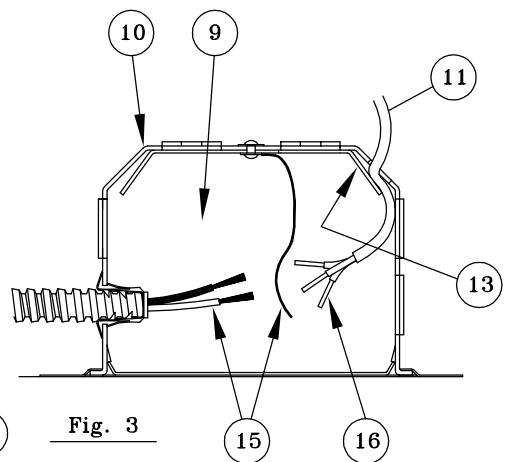

Fig. 3
- 2.- Remove Cover Plate (9) from Junction Box (10). Slip Type NM Cable (Romex)(11) through desired Hole in Junction Box (10). Secure Cable (11) with Retaining Plate (13). (See Fig.3)
- 3.- If other than type NM Cable (Romex) is to be used, Remove One Large Knockout at desired location on Top or Sides of Junction Box (10). Bring Appropriate Electrical Supply Cable into Junction Box and secure in place with Proper UL listed Connector (NOT FURNISHED).
- 4.- Connect Fixture Wires (15) to Supply Wires (16) as shown in Wiring Diagram.
- 2- Quite la placa de cubierta (9) de la caja de empalme (10). Haga pasar el cable NM (Romex)(11) por el agujero deseado en la caja de empalme (10). Fije el cable (11) con la placa de retención (13). (Véase Fig. 3)
- 3- Si se usa un cable otro que la clase de cable NM (Romex), abra un agujero ciego grande donde se desea en la parte superior o en los lados de la caja de empalme (10). Introduzca el cable de suministro apropiado en la caja de empalme y apriete con el conectador UL calificado que sea apropiado (NO INCLUIDO).
- 4- Conecte los hilos de la lámpara (15) a los hilos del suministro (16) conforme al diagrama de instalación eléctrica. Utilice los conectores UL calificados (NO INCLUIDOS).
- 5- Para proporcionar acceso a la caja de empalmes (10), después de que el cielorraso está acabado, baje la cubierta, (6) remueva el tonillo de mariposa (21) y la puerta de acceso (22) dentro de la unidad. La placa de cubierta de la caja de empalmes (9) puede ser removida para servicio.
- 2- Enlevez la couverture (9) de la boîte de dérivation (10). Faites passer le câble type NM (Romex) (11) par le trou désiré dans la boîte de dérivation (10). Attachez le câble (11) avec la plaque de retenue (13). (Voir Fig. 3)
- 3- Si un câble autre que celui du type NM (Romex) s'utilise, ouvrez une débouchure grande où il faut sur le haut ou les côtés de la boîte de dérivation (10). Introduisez le câble d'alimentation convenable dans la boîte de dérivation et serrez en place avec le connecteur approprié UL qualifié (NON FOURNI).
- 4- Reliez les fils de la lampe (15) aux fils de l'électricité (16) d'après le diagramme d'installation électrique. Utilisez les coincideurs de relais UL qualifiés (NON FOURNIS).
- 5- Pour avoir accès à la boîte de dérivation (10), après que le plafond est terminé, descendez le logement (6), retirez la vis à oreilles (21) et la porte d'accès (22) dans le dispositif d'éclairage. La couverture de la boîte de dérivation (9) peut être enlevée maintenant pour service.